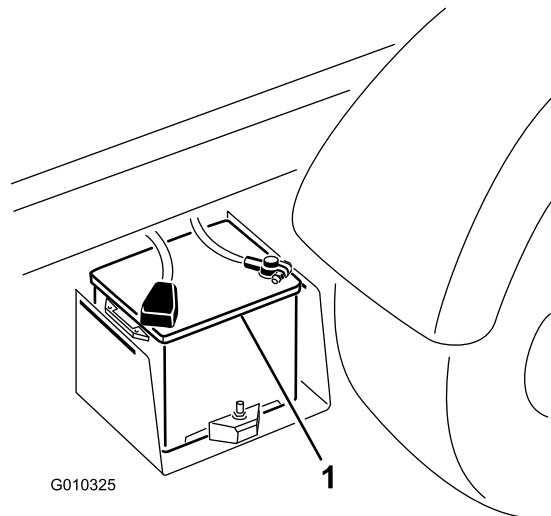

Figura 52
2. Ligue um cabo entre os terminais positivos das 2 baterias (Figura 52). O terminal positivo pode identificar-se por um sinal + na parte de cima da tampa da bateria.